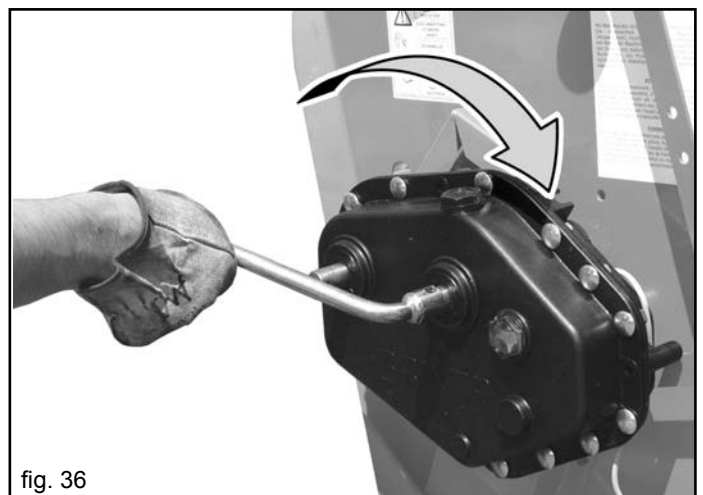

fig. 36
- 4) Inserire la manovella (Fig. 36) nell'alberino del cambio e girare in senso orario.